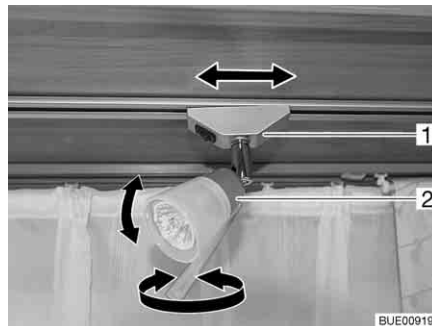

Fig. 46 Foco
**Girar:** ■ Cogér la carcasa (Fig. 46,2) y girarla.
**Desplazar:** ■ Agarrar el soporte (Fig. 46,1) y girarlo aprox. 45°.
**Retirar:** ■ Agarrar el soporte (Fig. 46,1) y girarlo 90°.